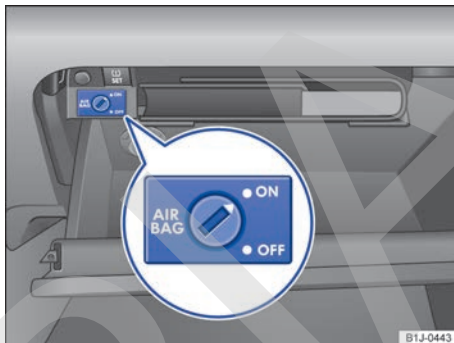

Fig. 15 En la guantera: conmutador de llave para activar y desactivar el airbag frontal del acompañante.
- Introduzca el paletón totalmente desplegado en el conmutador de llave situado en la guantera → fig. 15 hasta el segundo encastre. Aprox. 3/4 del paletón de la llave se encuentran entonces dentro del conmutador → ⓘ.